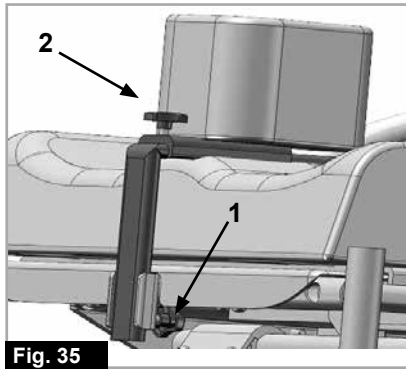

Fig. 35
Al aflojar el tornillo (1), puede ajustar la altura de la cuña abductora y al aflojar los tornillos (2) puede ajustar la profundidad o directamente extraerla (Fig. 35).